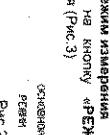

Рис.3
6.2.7 Установить режим измерения Для этого нажать на кнопку «РЕЖИМ» и дождаться появления на индикаторе сообщения (Рис.3)